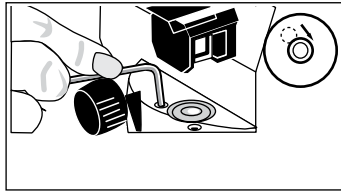

Рисунок 8
- Затем, используя шестигранник, подведите пузырек к центру, вращая подъемные винты (рис. 8).